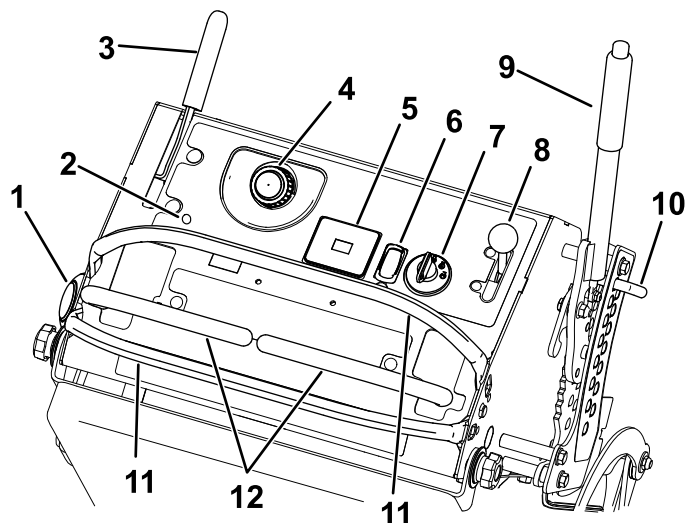

Figura 4
Familiarícese con todos los controles antes de poner en marcha el motor y trabajar con la máquina (Figura 4).
El mando de la toma de fuerza (TDF) se utiliza para engranar y desengranar las cuchillas de la segadora o arrancar y parar accesorios motorizados (Figura 4); consulte Uso del interruptor de control de las cuchillas \(página 16\).
Si se detecta un problema o una avería en el sistema, se enciende el indicador de avería (IA) (Figura 4).
El acelerador controla la velocidad del motor y tiene un ajuste variable continuo de LENTO a RÁPIDO (Figura 4).
Las palancas de control de movimiento se utilizan para conducir la máquina hacia adelante, hacia atrás y girarla en ambos sentidos (Figura 4).